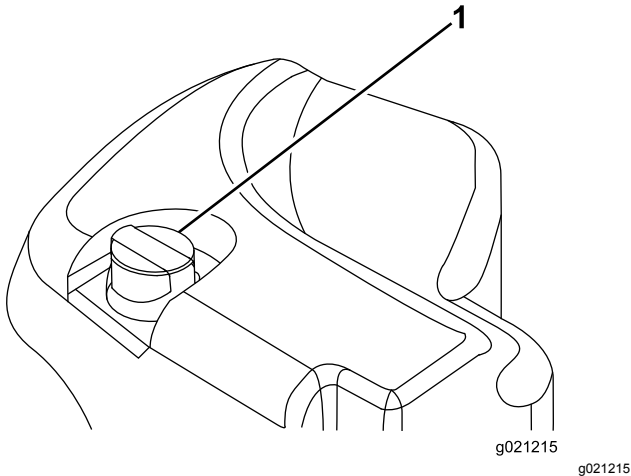

Bild 29
- Reinigen Sie den Bereich um den Füllstutzen und den Deckel des Hydraulikbehälters (Bild 29). Drehen Sie den Deckel vom Füllstutzen ab.